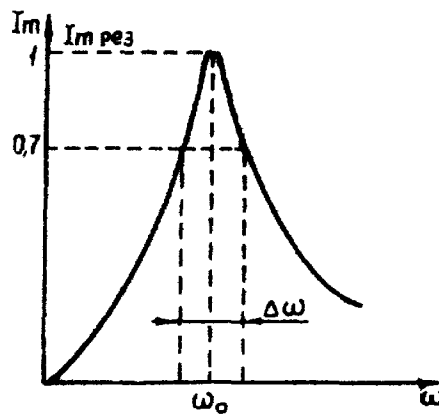

Рис. 14.5
Добротність контуру визначає також гостроту резонансних кривих. На рис. 14.5 зображено ширину резонансної кривої $\Delta \omega$ для амплітуди струму, яка дорівнює 0,71 від напруги при резонансі що відповідає $0,7^2 \approx 0,5$ потужності при резонансі. Можна показати, що у випадку малого загасання
2. На побудованих графіках визначити ширину $\Delta\omega$ резонансних кривих на рівні 0,7 від максимального значення напруги (див. рис. 14.5) для різних значень опору R . За формулою (14.3) обчислити добротність і одержані значення занести у табл. 14.2. За даними табл. 14.2 побудувати графік залежності добротності від опору $Q(R)$.